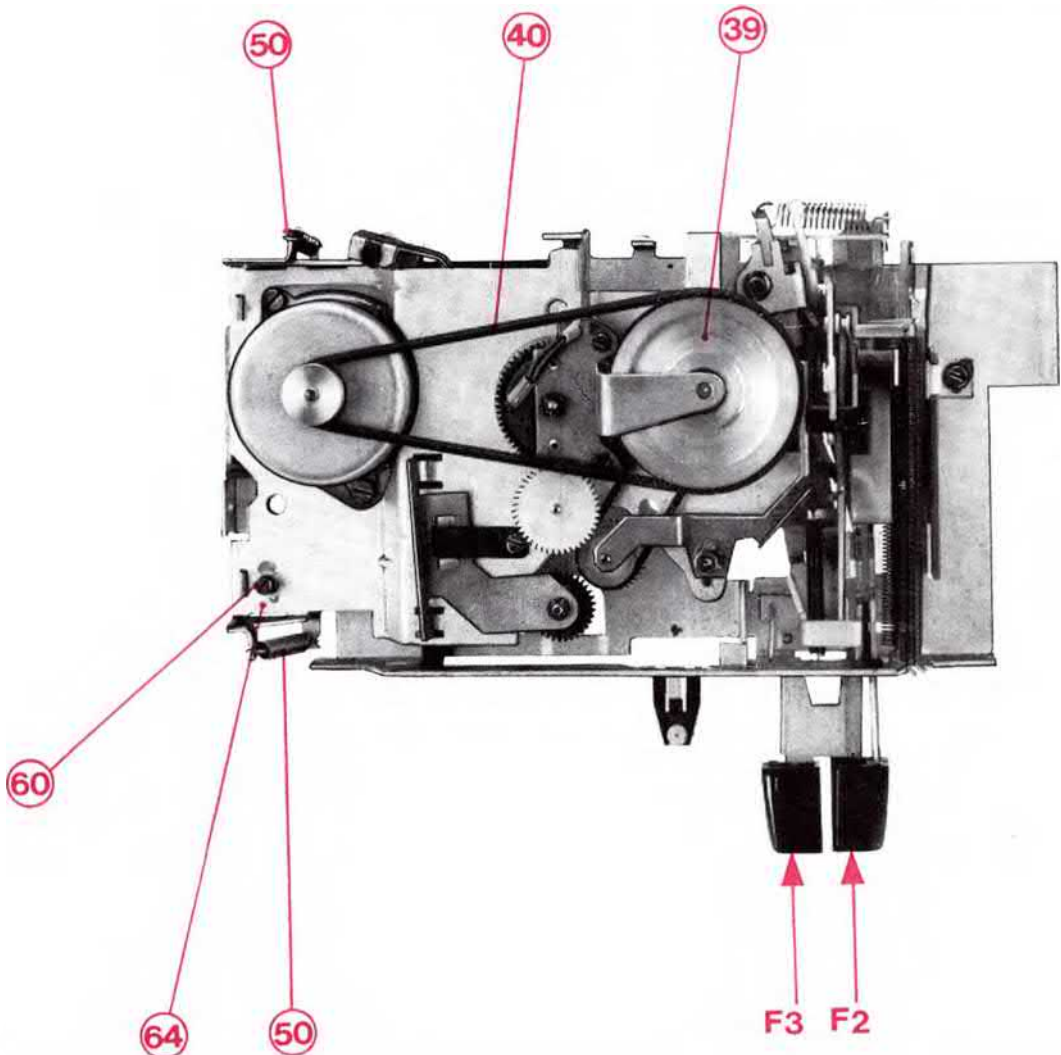

Bild 3.1.
3.2.3. Abnehmen der Wippe, mon. (Bild 3.1., 3.3., 3.4.)
3.2.5. Wechsel des Kapstans (Bild 3.1., 3.3.)